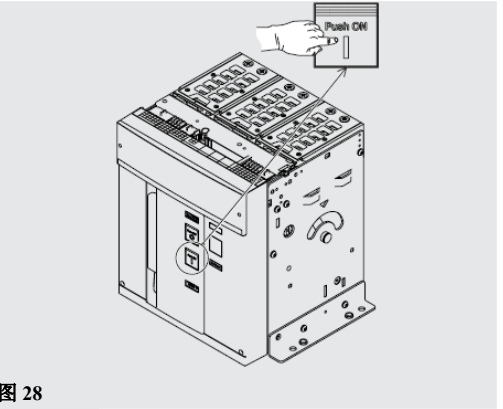

图 28
- 4. 合闸-按下合闸按钮“O-Push ON”如图 28 所示。